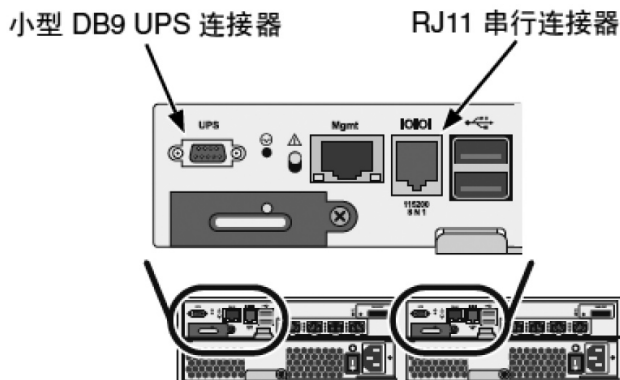

图 11. iSUM680管理串口
1. 将 RAID 子系统左侧控制器上的 SAS 扩展端口连接到第一个 JBOD 单元左侧输入 / 输出模块上的 SAS 圆形 / 输入端口。请参阅下面的图11。